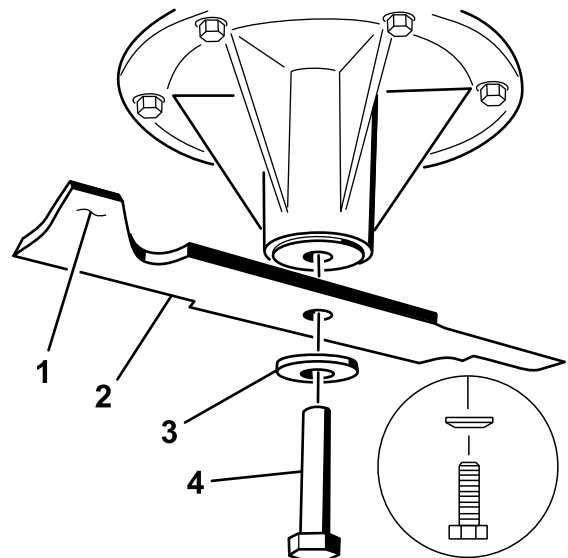

Bild 80
2. Entfernen Sie die Messerschraube, Wellenscheibe und das Messer von der Spindelwelle (Bild 80).